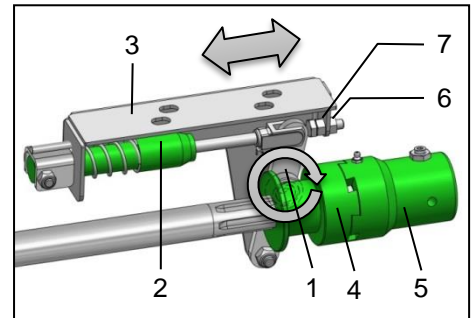

Bild 171: Kupplung einstellen (2)
Im geschlossenen Zustand der Kupplung muss das Kugellager (Bild 171 / Pos. 1) frei drehbar sein.
Die Kupplung ist richtig eingestellt, wenn sich das Kugellager (Bild 171 / Pos. 1) auch bei geschlossener Kupplung frei drehen lässt. Der Hydraulikzylinder (Bild 171 / Pos. 2) ist dabei ausgefahren.
- Lösen Sie die Befestigungsschrauben an der Schaltkonsole (Bild 171 / Pos.3).
- Verschieben Sie die Schaltkonsole (Bild 171 / Pos.3) und das Kupplungselement (Bild 171 / Pos.4), bis die Kupplungselemente (Bild 171 / Pos.4 + Pos.5) vollständig geschlossen sind.
- Ziehen Sie die Befestigungsschrauben an der Schaltkonsole (Bild 171 / Pos.3) wieder fest an.
- Lösen Sie eine der Muttern (Bild 171 / Pos.6) an der Einstellschraube (Bild 171 / Pos. 7).
- Verstellen Sie durch Herein- oder Herausdrehen die Einstellschrauben (Bild 171 / Pos. 7) bis sich das Kugellager (Bild 171 / Pos.1) frei drehen lässt.
- Ziehen Sie die Muttern (Bild 171 / Pos. 3) wieder fest an.